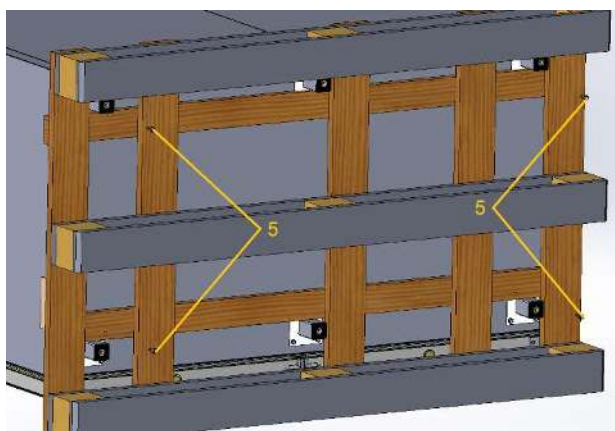

Рис. 5
6. Открутить винты (5) из транспортировочного поддона ключом на 10 мм - рис.5.